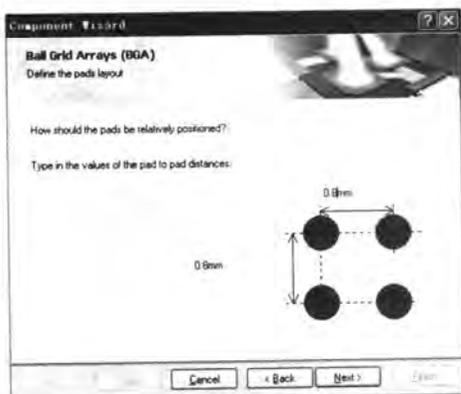

图 10-9 焊盘间距设定
- [5] 单击 **Next >** 按钮，进入焊盘间距设置对话框。在这里，将焊盘的水平间距及垂直间距均设定为“0.8mm”，如图 10-9 所示。